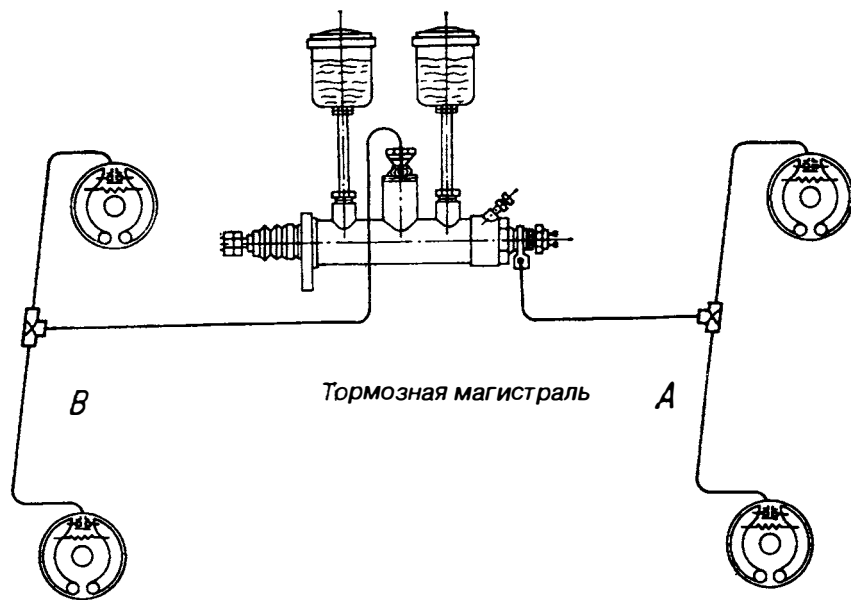

Рис.68 Схема удаления воздуха
10.1.3. Удаление воздуха из колесного тормоза (см. рис.68)